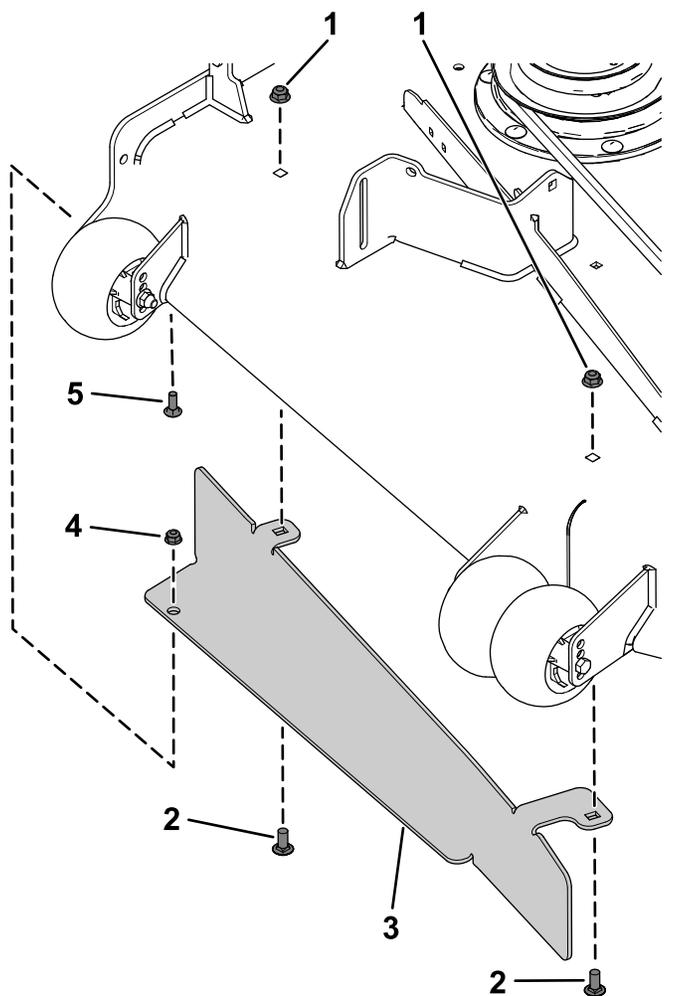

Figura 24
2. Montate il deflettore utilizzando il bullone a testa tonda (5/16" x 7/8"), il dado flangiato (5/16"), 2 bulloni a testa tonda (3/8" x 7/8") e 2 dadi flangiati (3/8"), come illustrato nella Figura 24.